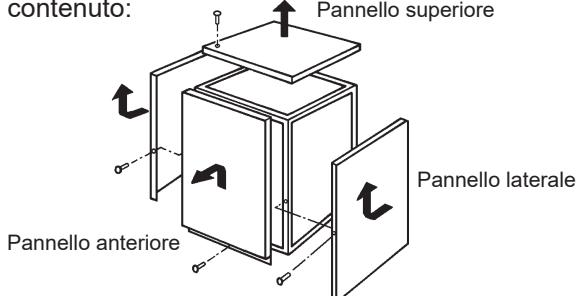

Fig. 2
3) Rimuovere i pannelli anteriore, superiore e laterali. Vedi Fig. 2.